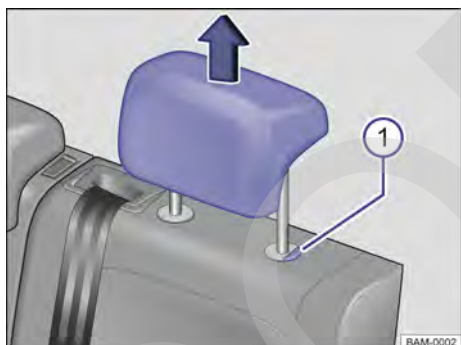

Fig. 71 Apoyacabezas traseros: desinstalar.
- Retirar el apoyacabezas con el botón → fig. 71 ① presionado.
- Empujar hacia abajo el apoyacabezas con el botón → fig. 71 ① presionado.